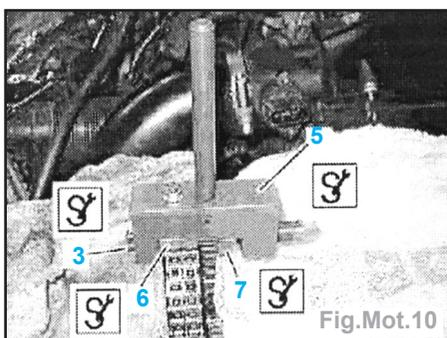

Fig.Mot.10
- emmancher jusqu'en butée, le maillon neuf à l'aide de l'outil de rivetage (5) (Fig.Mot.10).